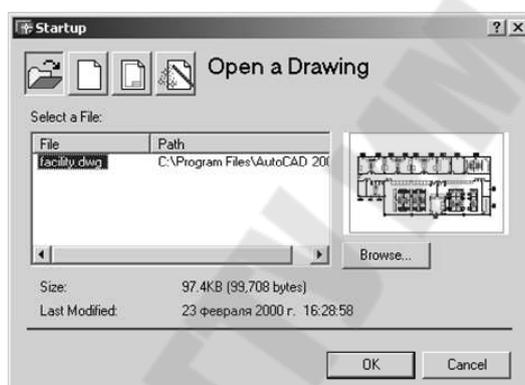

Рис. 1.2. Диалоговое окно Startup
При запуске в зависимости от установок система AutoCAD предлагает в диалоговом окне **Startup** (рис. 1.2) несколько режимов начала работы. Режим начала работы определяет набор первоначальных рабочих параметров для нового чертежа.
- Кнопка **Open a Drawing (Открыть чертеж)** позволяет открыть уже существующий чертеж. Для загрузки файла чертежа нужно выбрать его имя в списке *Select a file* (*Выбор файла*) диалогового окна **Startup** и щелкнуть на кнопке **OK** (рис. 1.2). Если список не содержит нужного файла, следует нажать кнопку **Browse** (*Обзор*) для поиска.